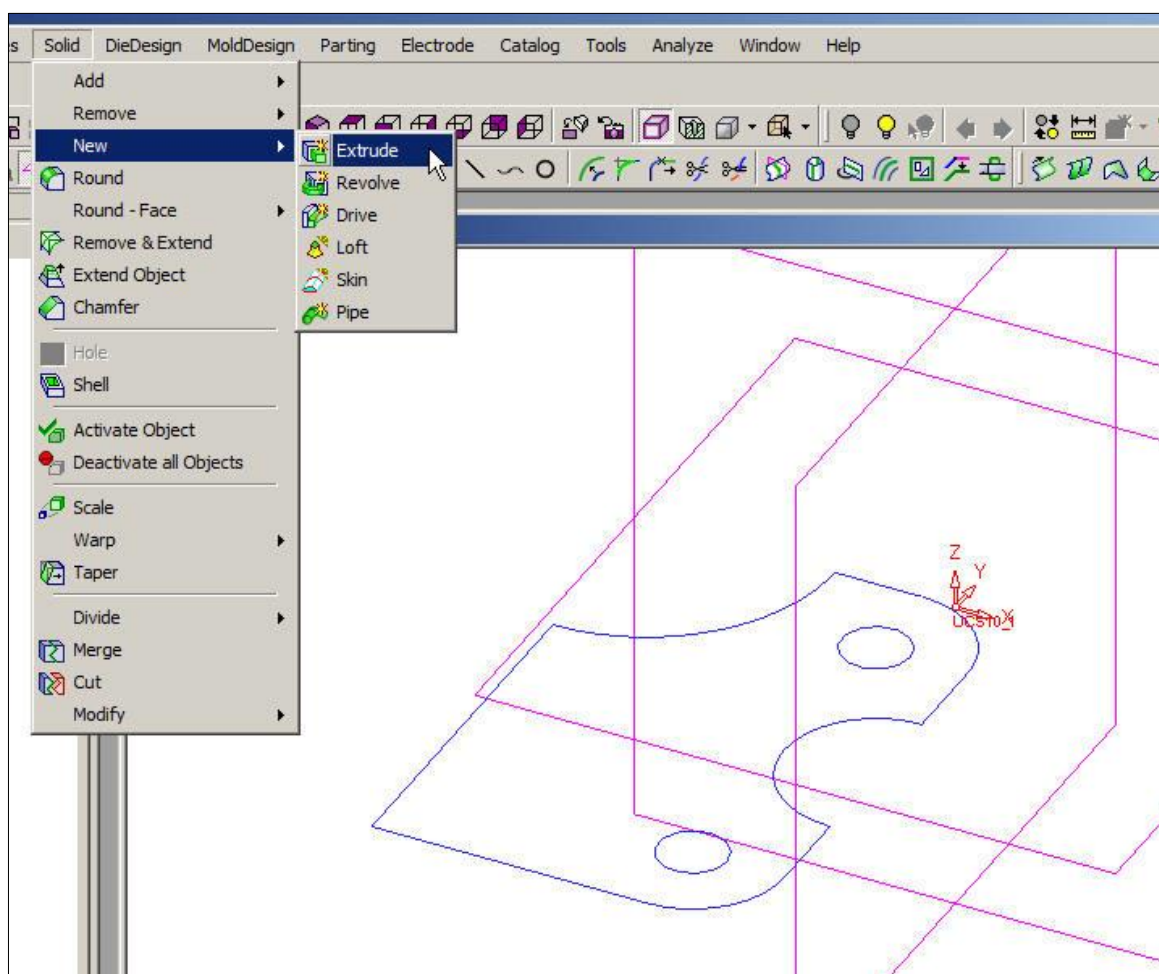

Рисунок 15 – Выбор команды *Выдавить*
3.4 Выдавливание контура. Нажимаем в контекстном меню пункт *Тв.тело > Новый > Выдавить* или выбираем аналогичную возможность в меню *Solid* твердотельного моделирования (рисунок 15). Появляются поля, в которых вводится высота и указывается направление выдавливания. Выбрав направление выдавливания, получим предварительный вид создаваемого компонента на рисунке 16.